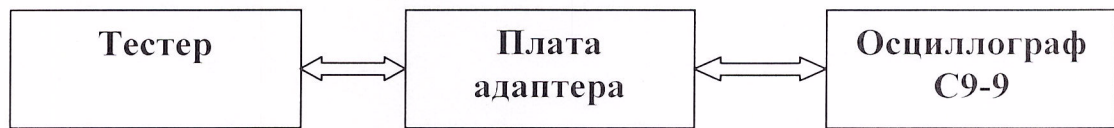

Рисунок 5. Схема поверки скорости нарастания фронта и спада среза импульса, выдаваемого тестером кодовой последовательности.
8.4.8 Определение скорости нарастания фронта и спада среза импульса, выдаваемого тестером кодовой последовательности (Рисунок 5).